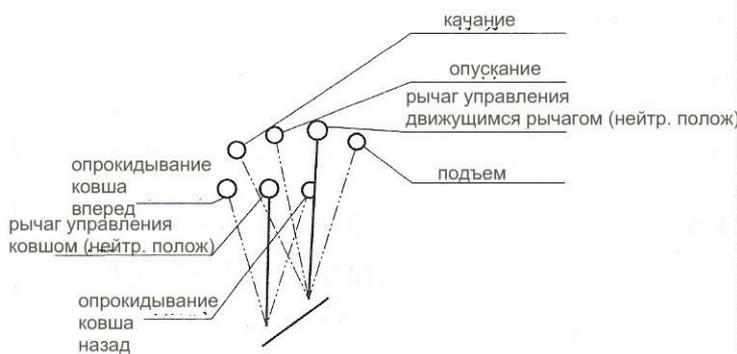

Рис.1-14 Положение рычагов управления
1.5.4 Управление рабочей установкой (Рис. 1-14, 1-15)